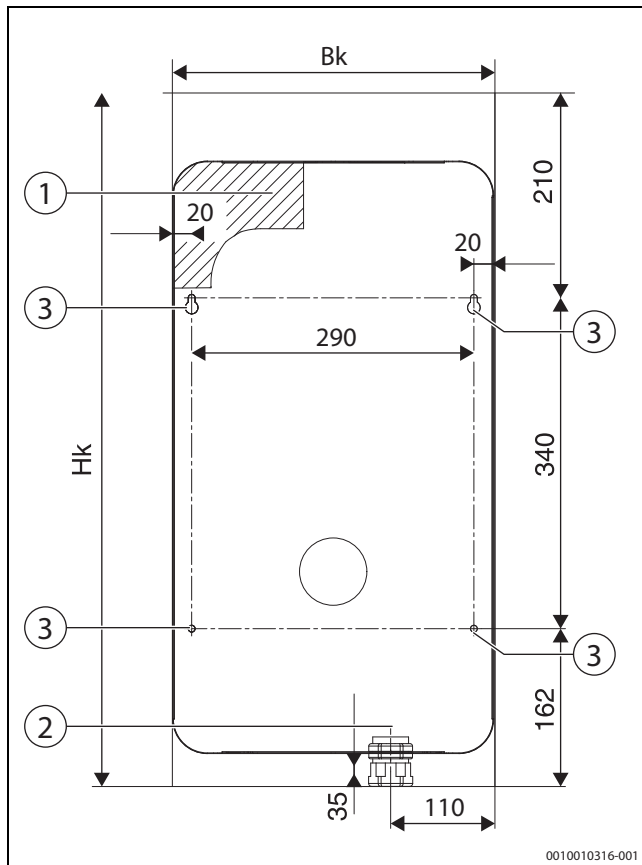

Fig. 6 Dimensjoner til borehullene for fastgjøring av fyrkjelen på vegg og for strømledningen ved fyrkjelen Tronic Heat 35004-9 kW
- ▶ Marker på posisjonene til borehullene for monteringsplaten. Til dette kan du bruke den vedlagte malen. (→ fig. 6, side 11)